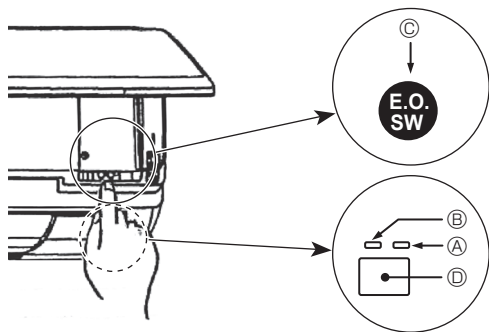

Fig. 5-2
- Щоб зупинити роботу, натисніть кнопку ④ або кнопку ② і утримуйте її не менше 2 секунд.
[Fig. 5-2] ① Лампочка DEFROST/STAND BY (РОЗМОРОЖУВАННЯ/ОЧІКУВАННЯ) (оранжева)
- ② Індикаторна лампочка роботи (зелена)
- ③ Перемикач аварійної експлуатації (охолодження/обігрів)
- ④ Приймач
- Перевірте «COOL/HEAT» (ОХОЛОДЖЕННЯ/ОБІГРІВ) на дисплеї індикатора роботи. (Оранжева лампочка ① супроводжує цей дисплей індикатора протягом 5 секунд після натискання перемикача аварійної експлуатації.)